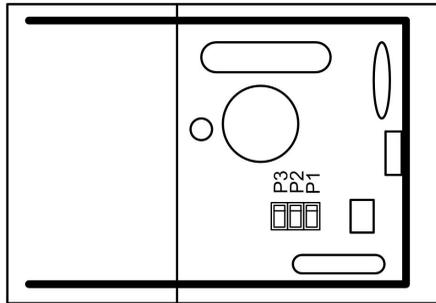

Рисунок 2. Расположение переключателей.
Настройка регулятора заключается в задании требуемой характеристики регулирования в зависимости от типа фреона и настройке типа 4-х ходового клапана. Тип фреона пользователь устанавливает переключателями P1-P2 (см. рис.2, табл. 1). Тип 4-х ходового клапана устанавливается переключателем P3 (см. рис.2, табл.2).
3. Переключателями P1 и P2 установить требуемую характеристику регулирования в зависимости от типа фреона (см. табл. 1, рис. 2).
4. Переключателем P3 установить требуемый тип 4-х ходового клапана (см. табл. 2, рис. 2). Если тип клапана не известен, то необходимо переключатель P3 оставить в положении вкл(ON). Затем после монтажа проверить правильность установки типа клапана (см. п. 6.7 настоящего Руководства).